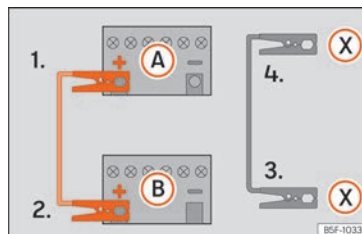

Fig. 83 Esquema de conexión para vehículos con sistema Start Stop.
- 4b. *En los vehículos con sistema Start-Stop:* emborne un extremo del cable negro de emergencia (X) a un terminal de masa adecuado, a una pieza de metal maciza que vaya atornillada al bloque motor o al mismo bloque motor » fig. 83.
5. Emborne el otro extremo del cable negro de emergencia (X), en el vehículo con la batería descargada, a una pieza de metal maciza que vaya atornillada al bloque motor o al mismo bloque motor pero lo más alejado posible de la batería (A).